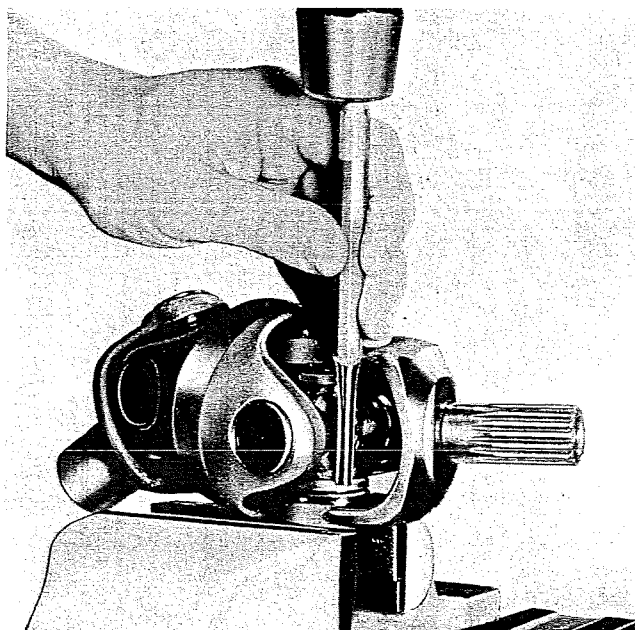

Fig. 9
1. Tag bort låsringarna (80), som håller nållagren i gafflarna.
2. Driv med hammare och dorn ut nållagren. Se fig. 9. Tag ut axelkorset.